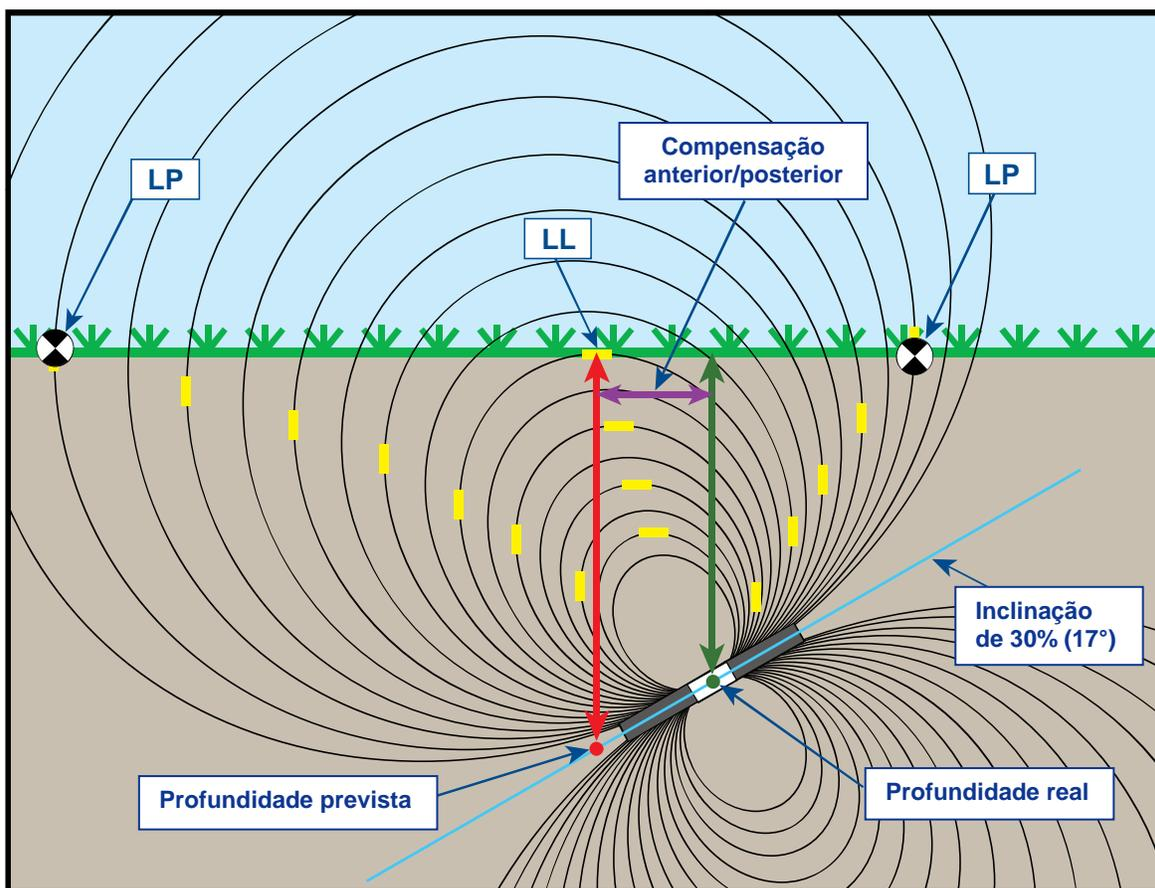

Figura B2. Profundidade prevista versus profundidade real e compensação anterior/posterior quando íngreme e profundo
A profundidade prevista e compensação anterior/posterior, mostradas na Figura B2, devem ser consideradas quando o transmissor estiver íngreme e/ou profundo. Veja as tabelas fornecidas mais adiante neste apêndice (Tabelas B1 e B2) para determinar a profundidade real e compensação anterior/posterior quando souber a profundidade exibida (projetada) e a inclinação do transmissor.
A Figura B2 acima mostra um transmissor posicionado em uma coluna de perfuração, cujo objetivo é ilustrar a perfuração seja em inclinação positiva ou negativa - a inclinação é positiva se estiver perfurando da esquerda para a direita e, negativa se estiver perfurando da direita para a esquerda. O campo de sinal do transmissor também é inclinado no mesmo ângulo do transmissor. A linha de localização (LL), que fica onde se mede a profundidade, é a componente horizontal das linhas de fluxo do campo de sinal do transmissor. Isto é, a LL se encontra onde as linhas de fluxo são horizontais, como ilustrado, com linhas amarelas horizontais curtas, na figura abaixo.
Os pontos de localização (FLP e RLP) também são mostrados na Figura B2. Estes pontos localizam-se nas componentes verticais do campo de sinal, como ilustrado com linhas amarelas verticais curtas na figura acima. Observe que os pontos de localização não estão à mesma distância da LL quando o transmissor está inclinado. Novamente, esta situação requer compensação para a profundidade prevista e compensação anterior/posterior.